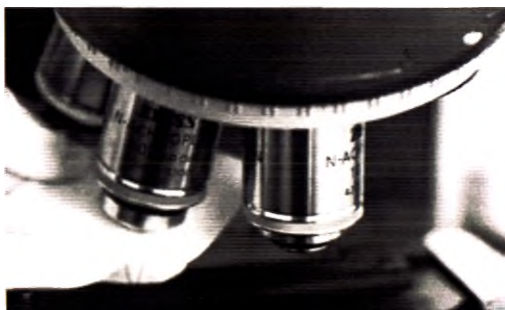

Рисунок 139 - Удалите иммерсионное масло с объективов
6. Удалите салфеткой иммерсионное масло с объективов, для работы которых применяется масло (Рисунок 139).